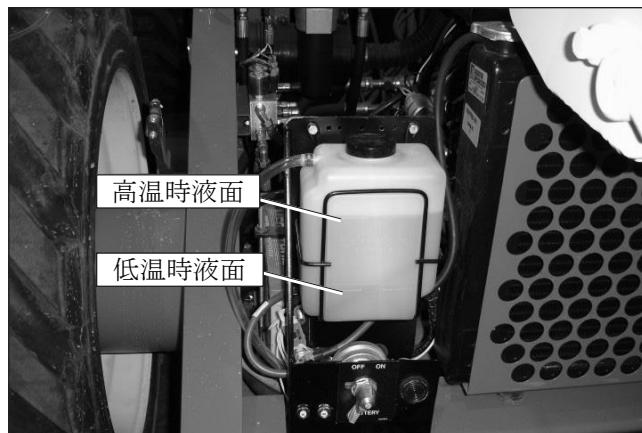

図7.3 - 冷却液タンク
- エンジンが冷えているときは、冷却液面が冷却液タンクの高温マークと低温マークの間になければなりません（図7.3を参照）。